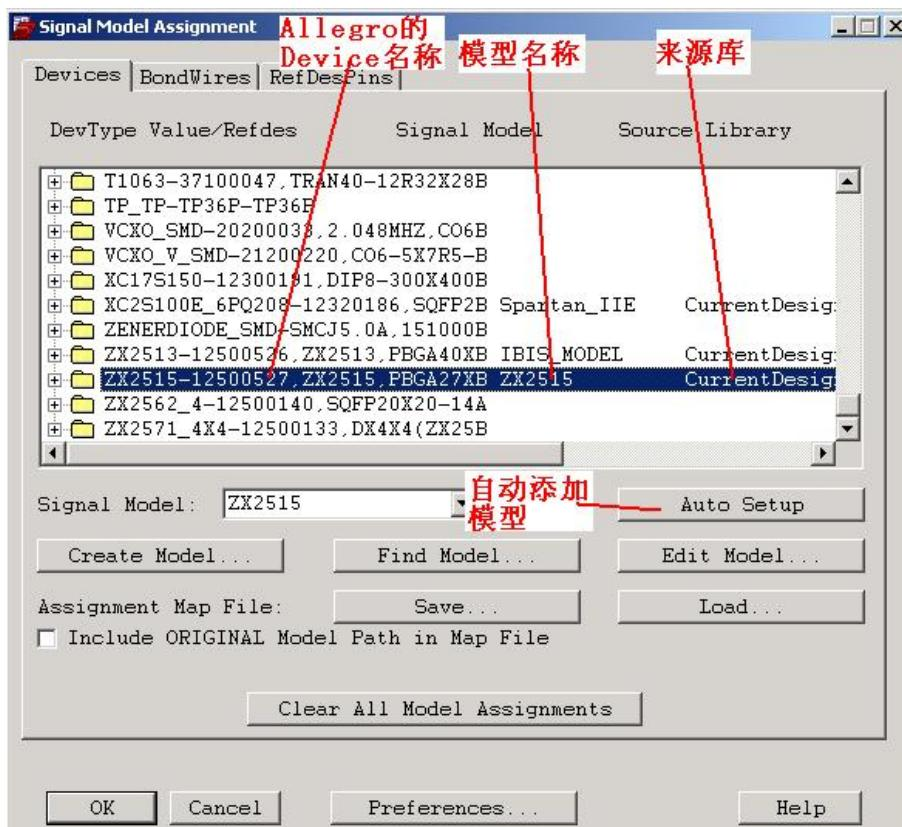

图2-10 Signal Model Assignment窗口
- 在图2-10所示的**Signal Model Assignment**窗口中找到要赋模型的器件并用鼠标点击该元件的Device名字